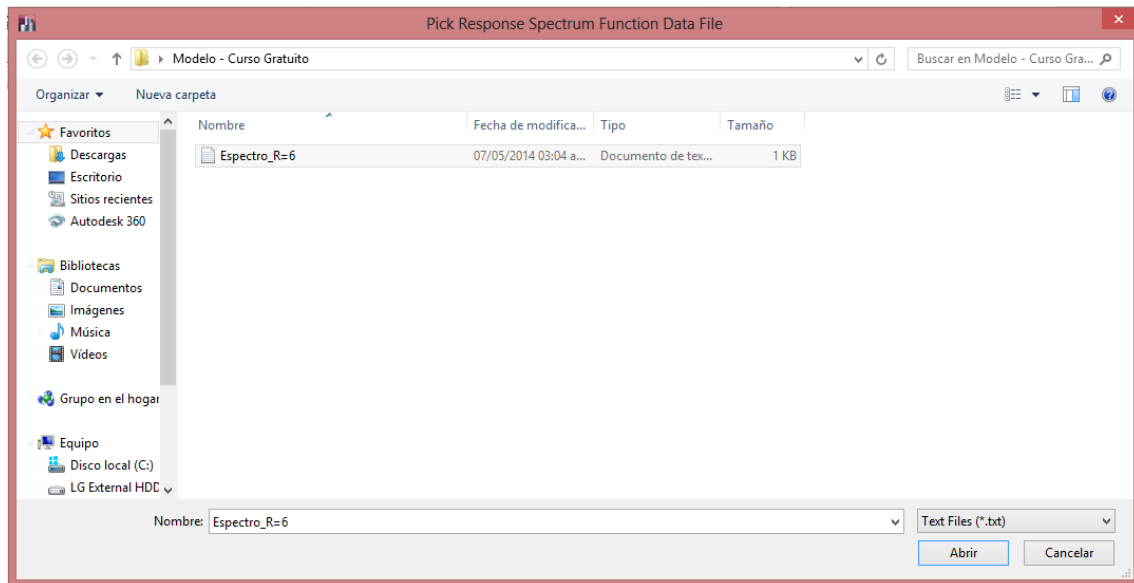

Figura 6-4. Archivo en bloc de notas a ser importado al ETABS.
4. Luego le damos clic en el botón **Add New Function...**, y en la ventana del espectro cargamos el archivo de formato .txt dándole clic en el botón **Browse...** y cargamos el archivo de formato *.txt tal como se muestra en la Figura 6-4, dándole clic finalmente en el botón **Abrir**.